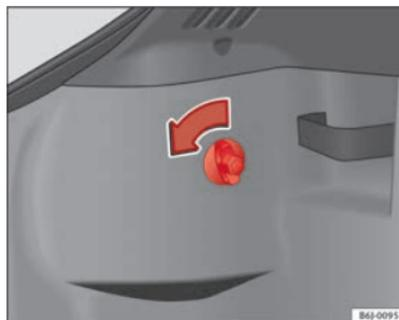

Fig. 176 Acesso aos farolins traseiros
- Rode o parafuso no sentido da seta com a mão ou com a ajuda de uma chave de parafusos ⇒ Fig. 176.
- Retire o conector do alojamento (A) ⇒ Fig. 176.